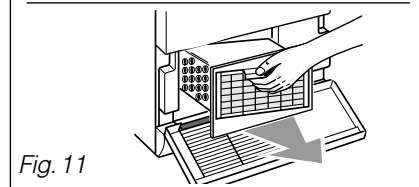

Fig. 11
- Retirá-lo delicadamente (fig. 11).